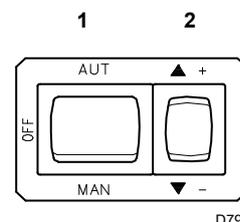

Fig. 25
- Faire démarrer le brûleur en fermant les télécommandes et en plaçant l'interrupteur 1)(Fig. 25 à la page 25) en position « MAN ». Dès que le brûleur démarre, contrôler le sens de rotation de la turbine du ventilateur à travers le viseur de flamme 25).
- Lorsque le fioul sort de la vis 3), la pompe est amorcée. Arrêter le brûleur : interrupteur 1)(Fig. 25 à la page 25) en position « OFF » et visser la vis 3).
Fermer les télécommandes et placer l'interrupteur 1)(Fig. 25) sur « MAN ».
Appuyer à présent sur le bouton 2)(Fig. 25) « + » et le maintenir enfoncé jusqu'à ce que le servomoteur se soit porté à 130°.
Appuyer sur le bouton 2)(Fig. 25 page 25) « diminution puissance » et le maintenir enfoncé jusqu'à ce que le servomoteur se soit porté à 30° (réglage effectué à l'usine).
Appuyer légèrement sur le bouton 2)(Fig. 25 à la page 25) « augmentation de puissance » de sorte que le servomoteur tourne d'environ 15°.